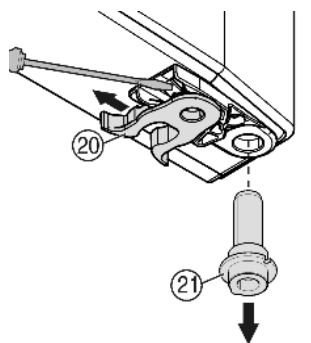

Fig. 8
- ▶ Pružinovú zvierku Fig. 8 (20) premiestnite: Zaisťovací jazýček potlačte nadol, ponad ňu stiahnite pružinovú zvierku.
- ▶ Ložiskový čap Fig. 8 (21) vytiahnite z puzdra dverí a spolu s podložkou nasadte na opačnej strane. Zaisťovací jazýček musí smerovať na vnútornú stranu dverí, drážka na vonkajšiu stranu.
- ▶ Dvere dolu zasuňte a ložiskový čap Fig. 8 (21) nasadte do ložiskovej konzoly. Prípadne ložiskový čap potočte tak, aby mohol zaklapnúť.